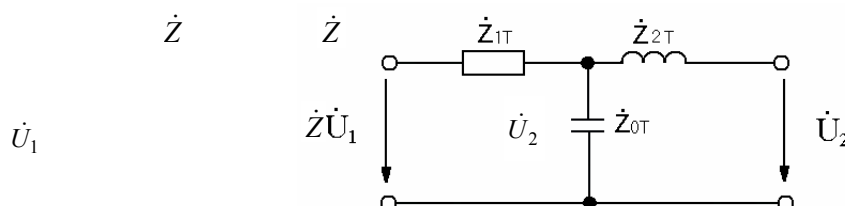

Рис. 5.7
5.3. Определить коэффициенты Т-образного ЧП в форме  $\|A\|$ , если  $Z_{1\text{T}} = 10 \text{ Ом}$ ;  $Z_{0\text{T}} = -j10 \text{ Ом}$  и  $Z_{2\text{T}} = j20 \text{ Ом}$ . Убедиться в справедливости соотношения  $A_{11}A_{22} - A_{12}A_{21} = 1$ . Определить комплекс напряжения на разомкнутых вторичных зажимах, если  $U_1 = 10 \text{ В}$  (рис. 5.7).